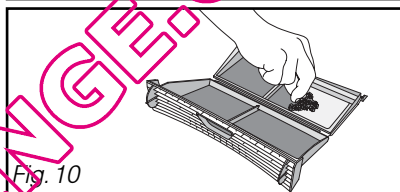

Fig. 10
– Nettoyez-le en le débarrassant de la mince couche de peluche qui le recouvre (Fig. 10)